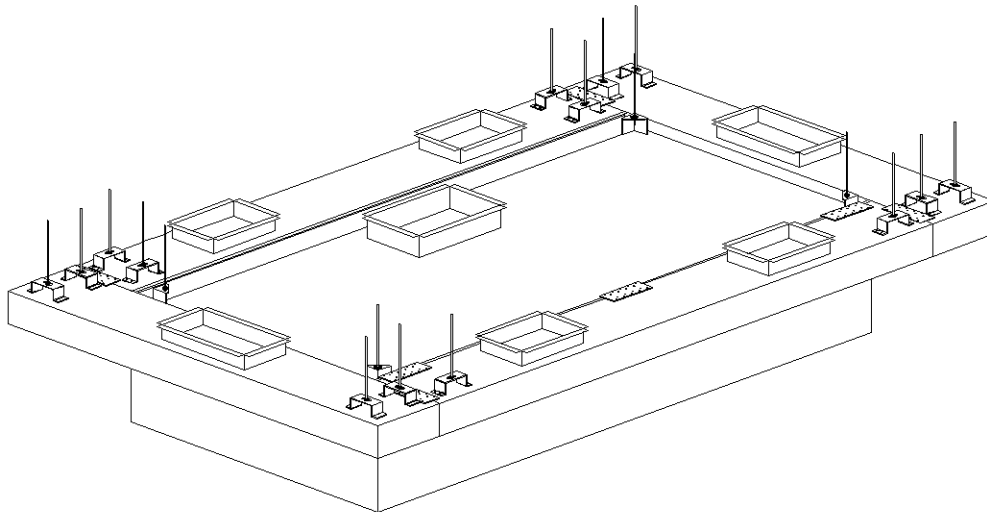

Figura 12
11. Aplique masilla en las juntas entre las campanas y cada conjunto de cámara de distribución perforada, y también entre conjuntos de cámaras de distribución perforadas adyacentes (si corresponde) después de haber instalado las campanas y sus accesorios. En la **figura 12** se muestra una vista isométrica del conjunto de campana, para un modelo PSPFBSS.